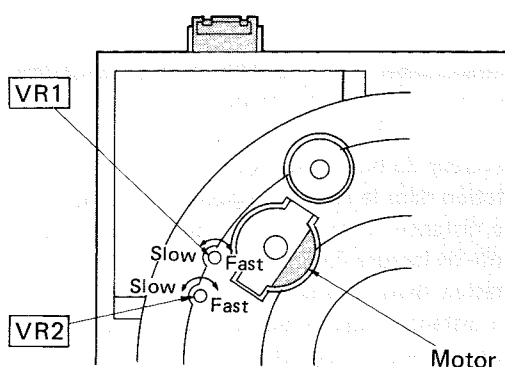

Fig. 15 (Abb. 15)
(See Fig. 15)
7. Eine einfachere Methode besteht darin, VR1 und VR2 nach Entfernen des Plattentellers zu justieren. (Siehe Abb. 15)
7. Comme méthode plus simple, il est possible aussi de régler VR1 et VR2 en retirant le plateau de lecture. (Voir Fig. 15)